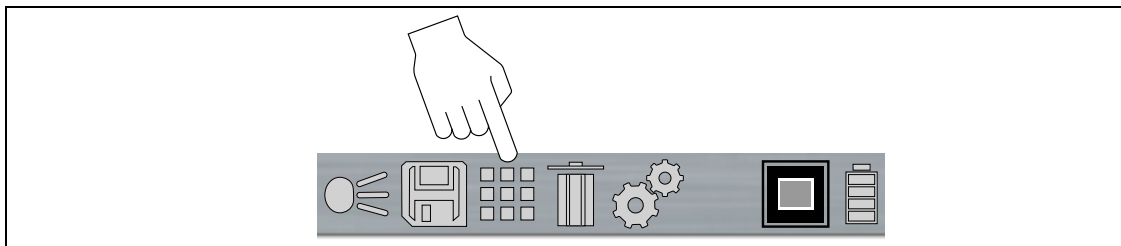

Figura 4-9
1. Para ver imágenes de capturas de pantalla, seleccione el icono Galería de la barra de herramientas (Figura 4-9) y, a continuación, pulse el botón **Y**.